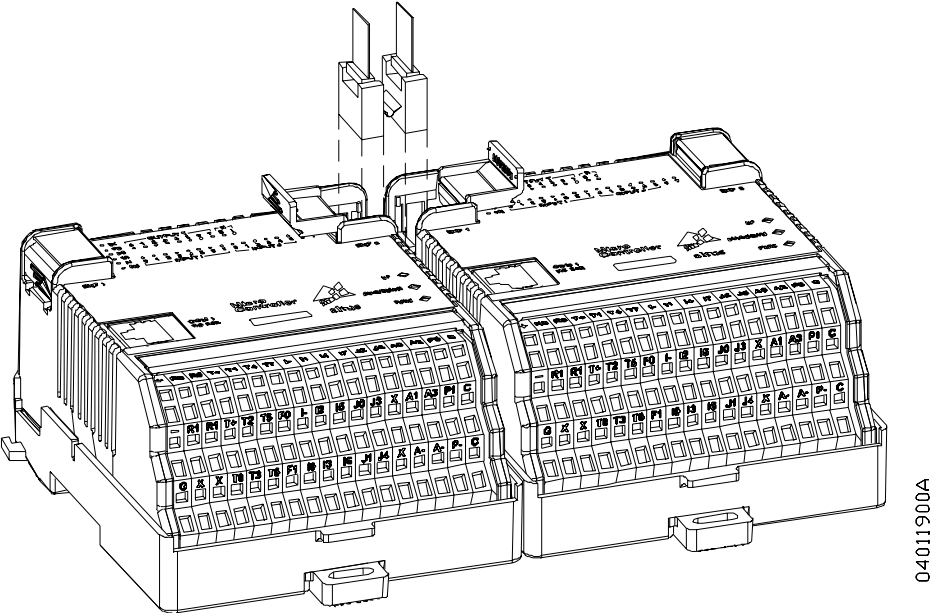

Figura 5-9. Conexão de Expansões
4. se forem instalados mais módulos, a partir do segundo, certificar-se que o gancho, existente no lado esquerdo dos módulos, esteja engatado ao módulo da esquerda (ver Figura 5-9). Ao final, conecte o cabo de expansão, ligando os módulos vizinhos.
A Figura 5-9 mostra como dever ser conectado o cabo de expansão GR381 entre os módulos. As tampas de expansão devem ser abertas e o cabo de expansão encaixado nos conectores. Em seguida, dobrar as fitas de extração e fechar as tampas.